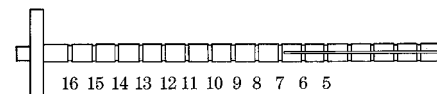

Figure 4-11. Guide d'insertion de Furlow
1. Se servir du guide d'insertion de Furlow (**figure 4-11**) et de l'aiguille de Keith pour faciliter l'introduction des cylindres dans les corps caverneux.